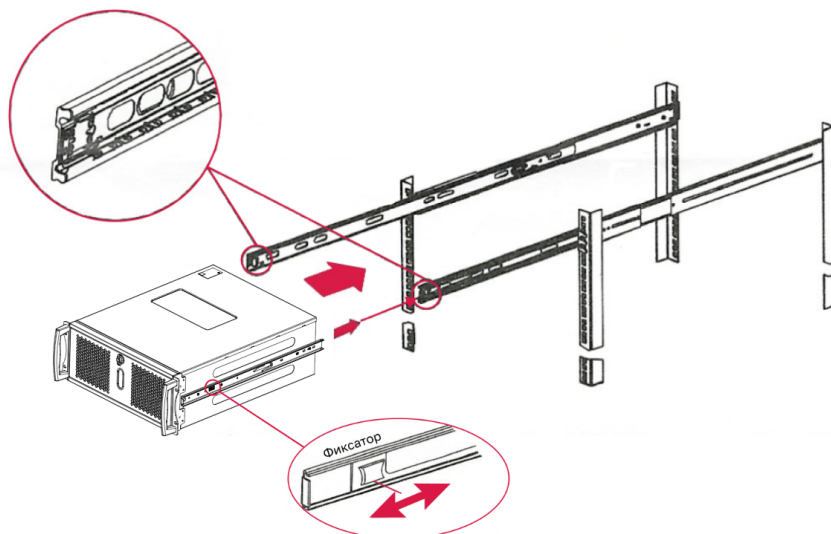

Рисунок 10 – Установка в стойку
- убедитесь, что фиксатор шарикоподшипника выдвинут вперёд и зафиксирован, установите направляющие рейки РС «Гравитон» наполовину (до упора) в узлы направляющих в стойке (см. рисунок 10);